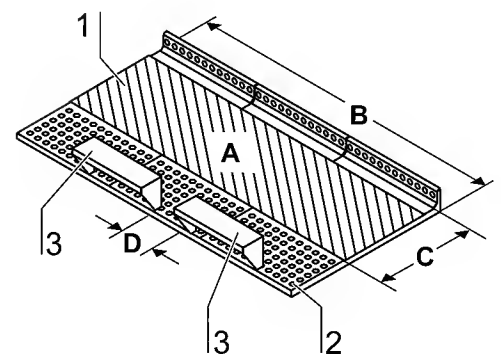

Fig. 10
**Fig. 10:** la zona de trabajo **A** para la protección óptima de productos se extiende por todo el ancho **B** y la profundidad **C** de la encimera [3]. Los dos reposabrazos opcionales [3] se ubican en el centro de la encimera [1] o de los segmentos de encimera a una distancia **D** (de 20 cm) entre sí. Para fijarlos se introducen los reposabrazos en la segunda fila de agujeros [2] de la encimera.